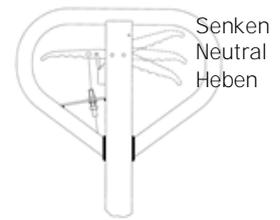

Abbildung 9
Sie die können den Hebel wie folgt einstellen, falls erforderlich (Abb. 9):
- Wenn sich die Gabeln nicht absenken, wenn sich der Bedienhebel in der Position Senken befindet, drehen Sie die Einstellmutter im Uhrzeigersinn, bis das Heben des Bedienhebels zum Absenken der Gabeln führt. Überprüfen Sie dann die Position Neutral gemäß Abb. 9 und stellen Sie sicher, dass sich die Einstellschraube in der richtigen Position befindet.